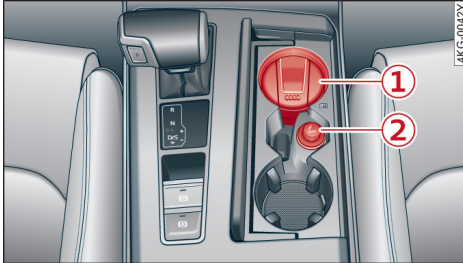

图 74 前部中控台：烟灰缸和点烟器
点烟器 ②⇒ 67 页，图 74 可能位于一个盖下。要将其打开时，请轻点盖板的饰边。